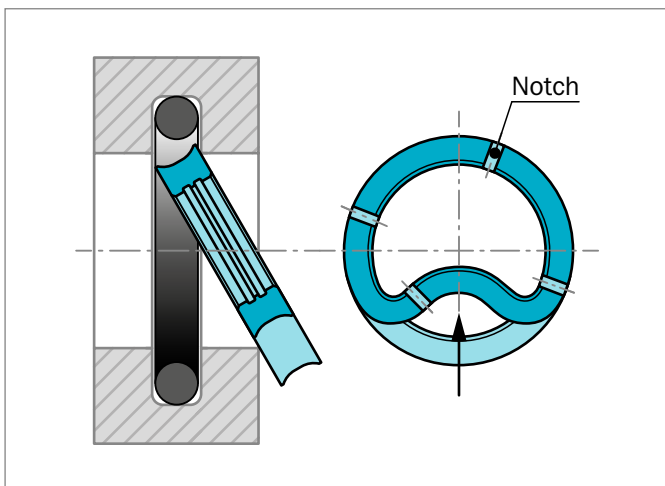

Abbildung 165: Einbau des Turcon® Roto Glyd Ring® in geschlossene Nuten
- Drücken Sie den Turcon® Dichtring nierenförmig zusammen (siehe Abbildung 165).
- 2) Der Turcon® Roto Glyd Ring® V Dichtring mit montiertem Quad-Ring® wird in eine Nierenform gedrückt und in die Nut gesetzt (siehe Abbildung 165).